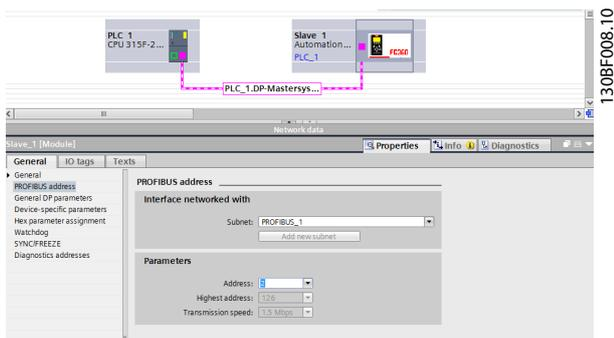

图 3.6 选择地址
7. 此时将显示出一个关于 FC 360 的地址的窗口。从下拉列表中选择地址。确保该地址设置与参数 9-18 节点地址 中以前的地址设置匹配。请参阅图 3.6。